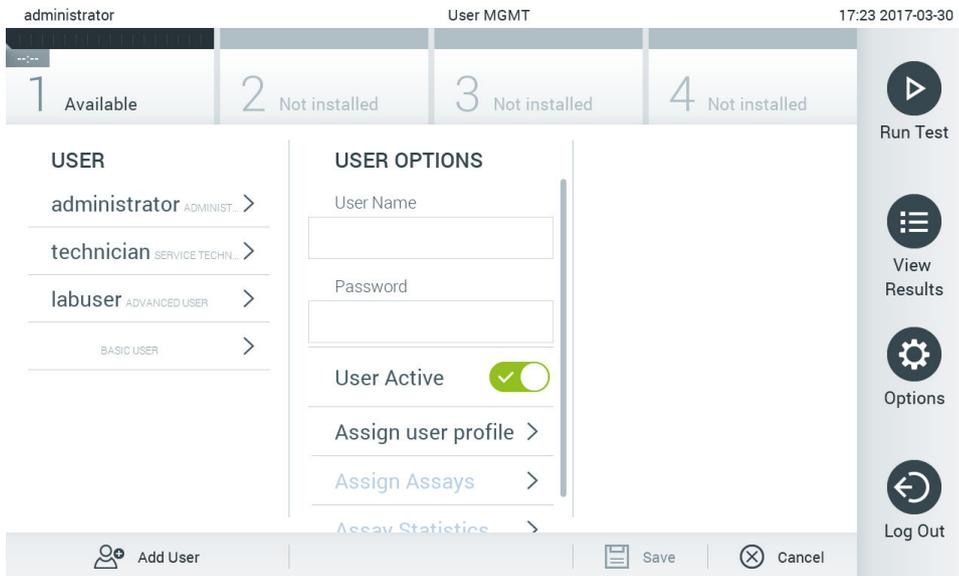

Figura 64. Adicionando um novo usuário.
1. Pressione o botão Options (Opções) e o botão User Management (Gerenciamento de usuários). A tela User Management (Gerenciamento de usuários) é exibida na área de conteúdo da tela (Figura 64).